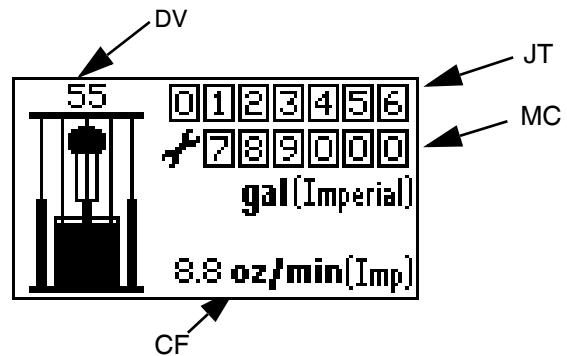

FIG. 19 : Écran du mode Fonctionnement
3. L'écran fugitif (FIG. 18) clignote pendant que la barre d'état se remplit de gauche à droite. Le mode Fonctionnement s'active ensuite directement (FIG. 19).
Consultez la FIG. 16 et FIG. 19.
2. En mode Amorçage, le compteur totalisateur des tâches (JT) est vide et ne compte pas. Le compteur de maintenance (MC), quant à lui, continuera à décrémente.
3. Lorsqu'un nouveau tambour est installé, maintenez la touche  enfoncée lorsque vous êtes en mode Amorçage afin de réinitialiser le volume restant dans le tambour (DV) en fonction du volume de remplissage du tambour (DF).
4. Pour quitter le mode Amorçage, appuyez sur . Le symbole Amorçage s'affiche et la DEL arrête de clignoter ; l'écran repasse en mode Fonctionnement (FIG. 19).
Si aucune touche n'est actionnée dans la minute qui suit l'affichage de l'écran de configuration, le système repasse en mode Fonctionnement (FIG. 19).
- a. Appuyez sur la touche  puis relâchez-la pour accéder au mode Diagnostic depuis le mode Fonctionnement (FIG. 19).